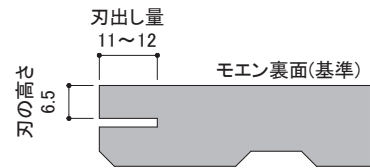

図4 刃の調節目安
●刃は、①刃出し量11~12mm、②面材の裏面から6.5mmの位置に調節してください(図4)。